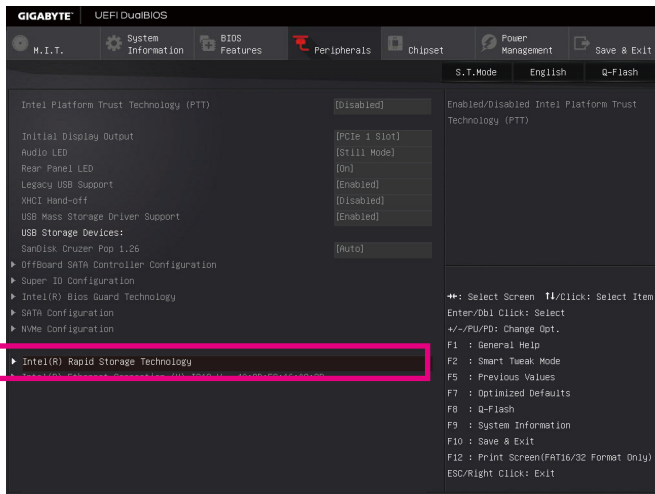

图3
重新开机后请再次进入BIOS，在BIOS程序设置画面再进入「Peripherals/Intel(R) Rapid Storage Technology」子选单(图3)。